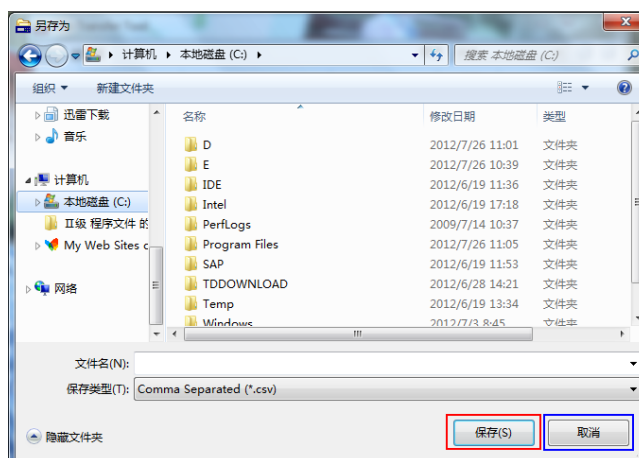

图 3-3: “另存为”对话框
4. 除了在“保存文件名：”输入框内直接输入文件名，用户还可以点击输入框右边的选择按钮，在出现的“另存为”对话框中，选择存储文件的位置和名字，如图 3-3 所示。